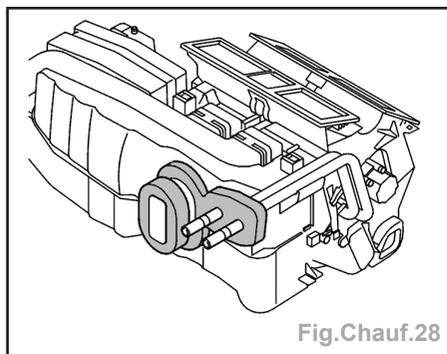

Fig. Chauff.28
- les joints internes et externes des passages de tuyaux (fig. Chauff.28),